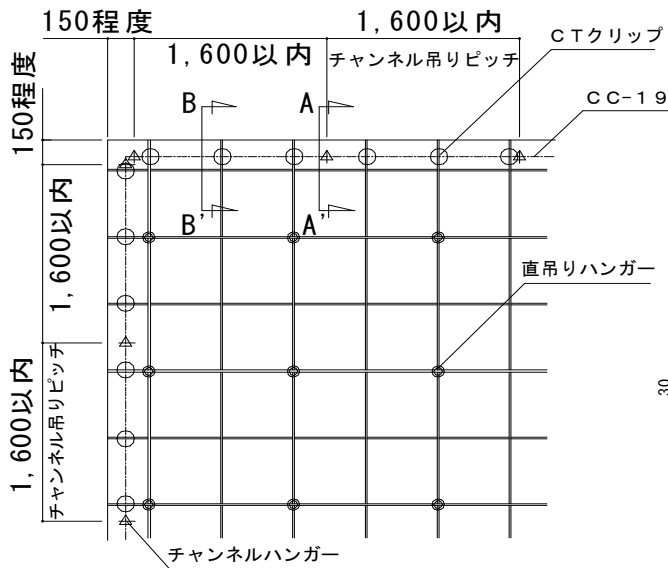
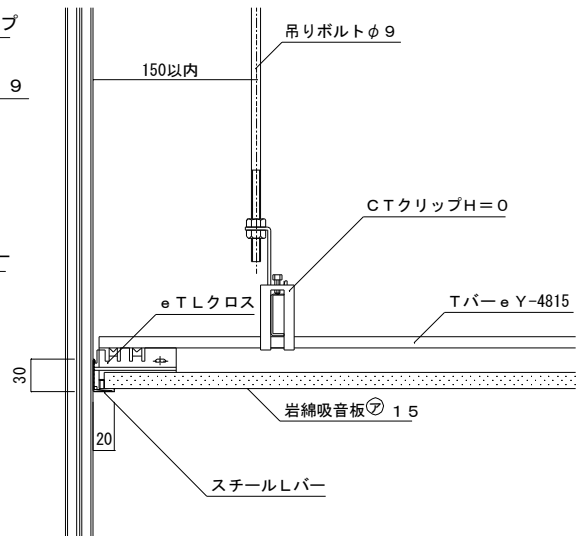
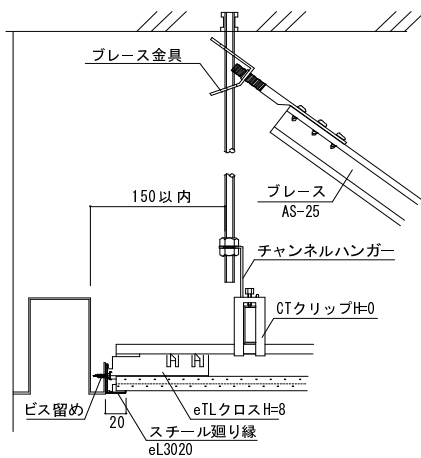

図2-14 Tバー受けチャンネルの設置
図2-15 壁廻りの納まり (A-A断面)
図2-16 カーテンBOXの納まり
- ① 壁から 150mm 程度の位置で CC-19 チャンネルを流します。(図 2-14、図 2-15 参照) チャンネルをハンガーで吊るピッチは 1,600mm 以内としてください。カーテン BOX の場合はカーテン BOX 側面から 150mm 程度の位置でチャンネルを流します。(図 2-16 参照)